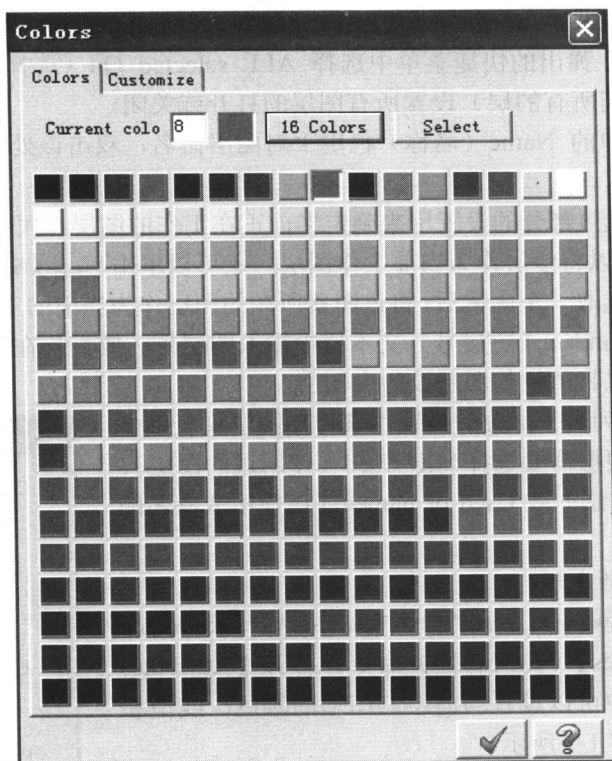
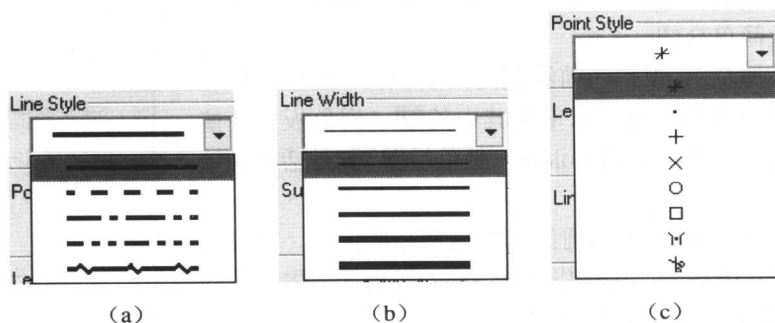

图 1-6
图 1-7
(1) Color(颜色): 设置当前绘制的图素颜色,可以直接在文本框中输入颜色号码,也可以单击其中的  (调色板) 功能按钮,调出如图 1-6 所示的【Colors(颜色设置)】对话框来选择颜色。
(2) Level(图层): 设置当前绘制图素所在的图层,可以直接在文本框中输入图层号,也可以单击 Select(选择)按钮打开【Levels(图层)】对话框来选择图层。
(3) Line Style(线型): 设置当前绘制图素所用的线型,可以直接从下拉列表中选择。系统提供的 5 种线型如图 1-7(a) 所示。
(4) Line Width(线宽): 设置当前绘制图素所用的线宽,可以直接从下拉列表中选择。系统提供的 5 种线宽如图 1-7(b) 所示。
(5) Point Style(点样式): 设置当前作图的点样式,可以直接从下拉列表中选择。系统提供了 8 种点样式,如图 1-7(c) 所示。